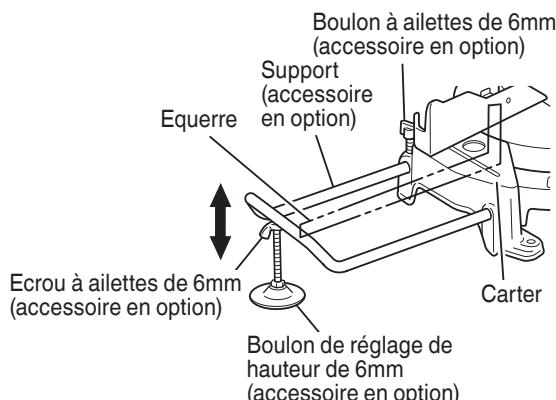

Fig. 11
- (1) Comme indiqué à la Fig. 11, utiliser une équerre en acier pour aligner le bord supérieur des supports sur la surface du socle. Desserrer l'écrou à ailettes de 6mm. Tourner un boulon de réglage de hauteur de 6mm, et régler la hauteur du support.
- (2) Après le réglage, serrer à fond l'écrou à ailettes et fixer le support avec le boulon à ailettes de 6mm (accessoire en option). Si la longueur du boulon de réglage de la hauteur de 6mm est insuffisante, insérer une plaque mince dessous. S'assurer que l'extrémité du boulon de réglage de la hauteur de 6mm ne dépasse pas du support.